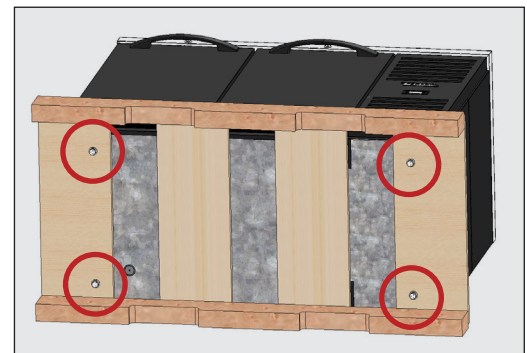

Fig. 2. Ubicaciones de los pernos de transporte.
2. Con una llave inglesa retire todos los pernos de transporte que fijan la plataforma de madera a la parte inferior del gabinete. Véase la fig. 2.